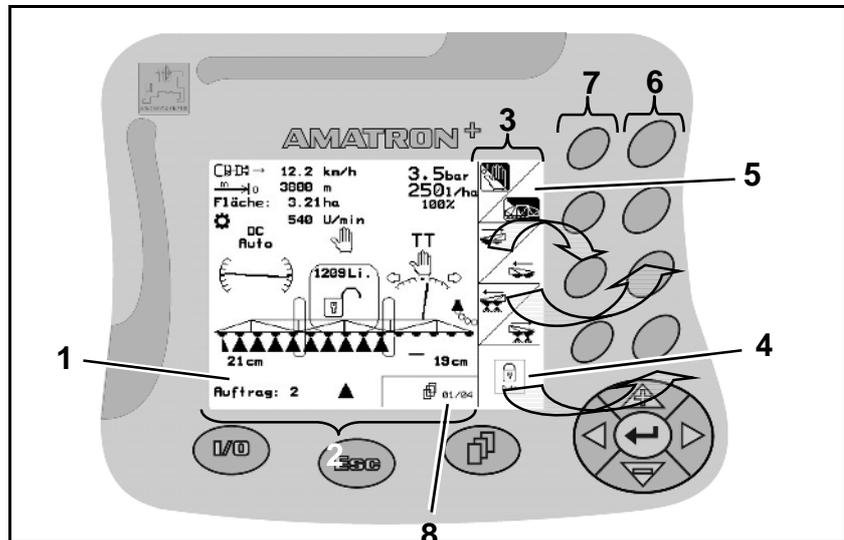

Fig. 5
- Fig. 5/...
- (1) Display. Das Display besteht aus dem Arbeits-Display (2) und den Funktionsfeldern (3).
- (2) Arbeits-Display. Das Arbeits-Display zeigt die momentan angewählten Funktionen der Pflanzenschutzspritze, sowie die momentane Fahrgeschwindigkeit [km/h], die gefahrene Wegstrecke [m], die bearbeitete Fläche in [ha] und die momentane Zapfwellen-Drehzahl [U/min].
- (3) Die Funktionsfelder bestehen entweder aus einem Quadratfeld (4) oder einem diagonal getrennten Quadratfeld (5).